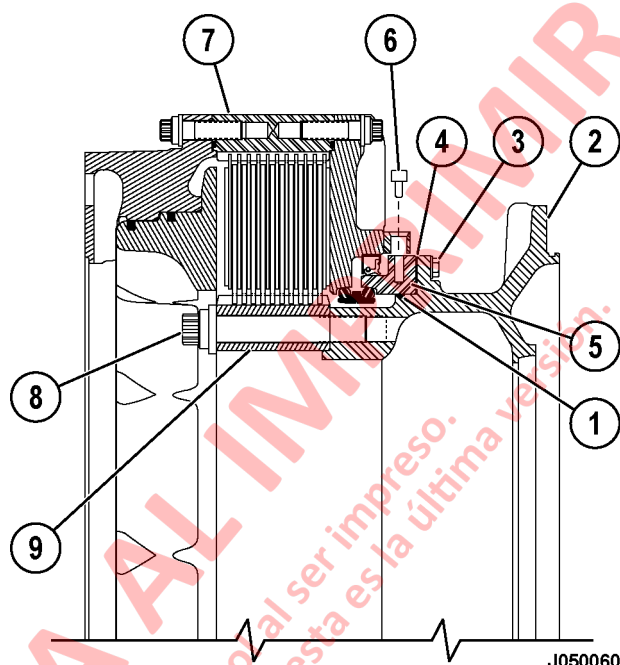

FIGURA 5-11. INSTALACIÓN DEL FRENO TRASERO Y CUBO
23. Instale el O-ring nuevo (1, Figura 5-11) en la ranura del cubo.
25. Inserte las siguientes laines (4) entre la brida del cubo y el soporte del sello (5) en cada par de tornillos (seis lugares):
26. Instale los tornillos y las arandelas de seguridad (3) y apriételos firmemente.
28. Apriete los tornillos (3, Figura 5-11) a **122 N·m (90 ft lb)**.
29. Instale los tornillos y las arandelas endurecidas (8). Será necesario quitar las barras de traslado del engranaje interno para acceder a algunos tornillos. Apriete los tornillos de forma alternada a **2705 N·m (1995 ft lb)**. Reemplace las barras de traslado.